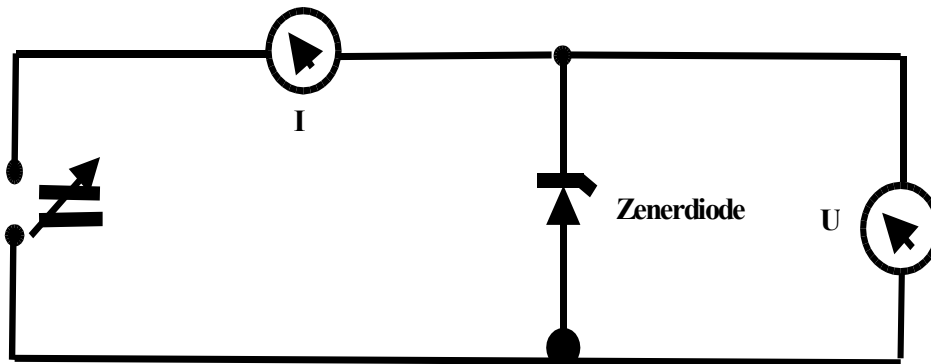

Abb. 2: Kennlinie einer Z-Diode
2. Bauen Sie die Schaltung nach Abb. 2 auf und messen Sie damit die $I(U)$ -Kennlinie der Zenerdiode (beide Äste)